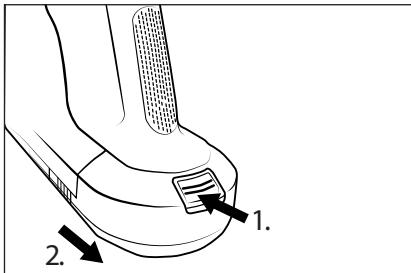

Fig. 13
- ◆ Pour retirer la batterie ② de l'appareil, maintenez la touche de déverrouillage de la batterie ① enfoncée et retirez la batterie ② de l'appareil (voir fig. 13).